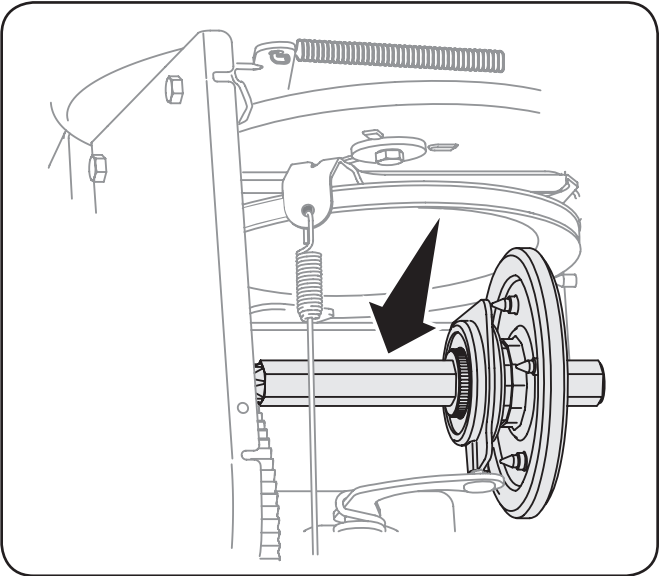

Figure 6-2
- 4. Appliquez une légère couche de pâte anti-grippant sur l'arbre hex. Voir la Fig. 6-2.